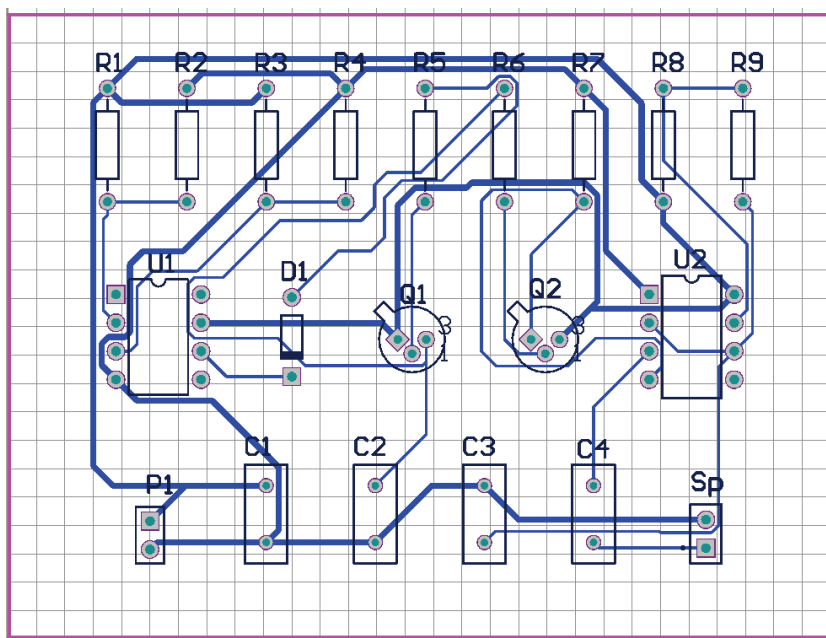

图 11-55 单面 PCB 的接触式防盗报警电路
(3) 关闭对话框，其他设为默认值，余下的操作与双面板布线步骤相同。对接触式防盗报警电路进行单面布线后，如图 11-55 所示。